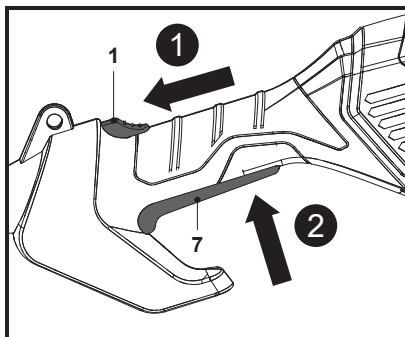

Fig. 18
1. Glisează butonul de blocare (1) în față și ține-l în poziție (Fig. 18, pasul 1).
2. Apasă comutatorul de pornire/oprire (7) pentru a porni produsul (Fig. 18, pasul 2) și eliberează butonul de blocare (1) după aceea.
3. Eliberează comutatorul de pornire/oprire (7) pentru a opri produsul.